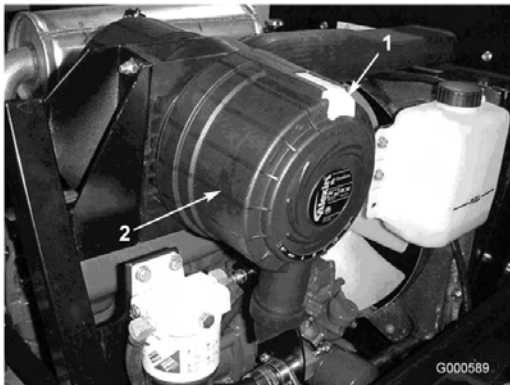

図 31
1. ラッチを引いて外し、カバーを左にひねってボディーからははずす（図 31）。